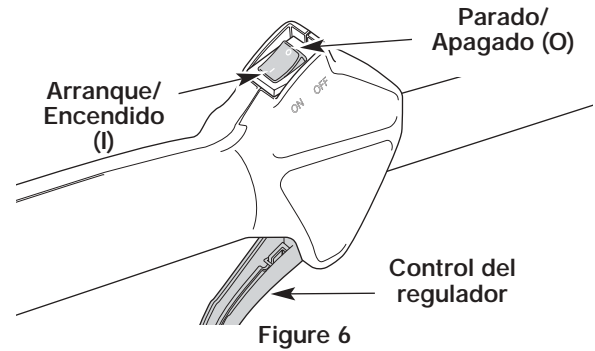

Figure 6
2. Verifica eso el control de encendido y apagado en posición de **ENCENDIDO (I)** (Fig. 6).
2. Coloque el control de encendido y apagado en posición de **APAGADO (O)** (Fig. 6).